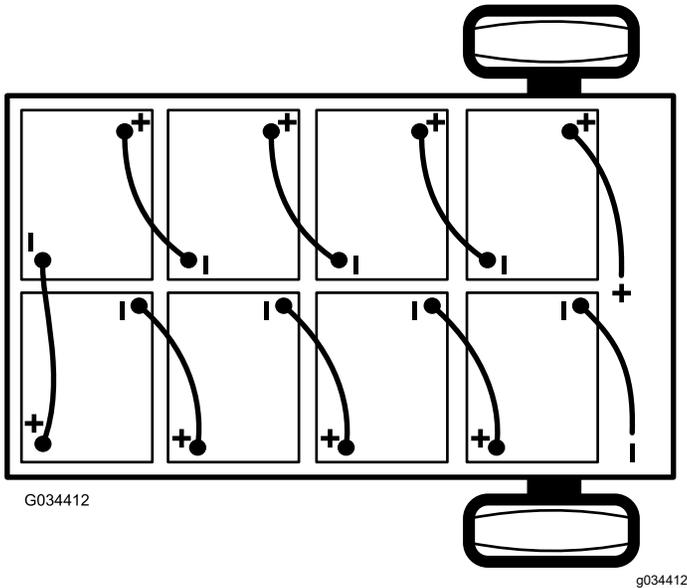

Bild 41
- Schließen Sie das Hauptminuskabel (schwarz) ab, mit dem die Batterien an der Erdungsstelle der Maschine angeschlossen sind (Bild 41).
- Schließen Sie das Hauptpluskabel (rot) der Batterie ab, mit dem die Bank der Batterien am Hauptanschluss der Maschine angeschlossen ist (Bild 41).
Hinweis: Achten Sie auf die Batteriepolarität, wenn Sie neue Batterien einsetzen (Bild 41).
- Schließen Sie die Batterien mit den Batterieverbindingskabeln, die Sie in Schritt 1 entfernt haben, zusammen, wie in Bild 41 abgebildet.
- Schließen Sie das Hauptpluskabel (rot) der Batterie zwischen der Bank der Batterien und der Maschine an (Bild 41).
- Schließen Sie das Hauptminuskabel (schwarz) zwischen den Batterien und der Maschine an (Bild 41).